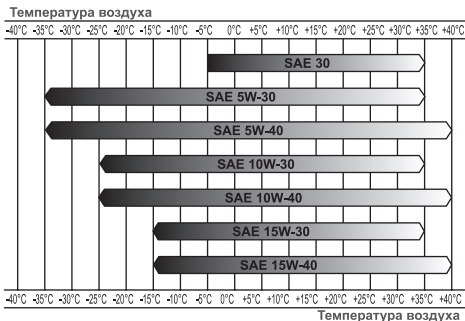

Рис. 4 Определение вязкости масла
*Нельзя применять масло для двухтактных двигателей. Рекомендуются применять моторное масло для четырехтактного бензинового двигателя категории SJ и выше по системе классификации API. Вязкость масла по классификации SAE выбирается в зависимости от температуры окружающего воздуха, при которой будет работать двигатель. При выборе вязкости масла пользуйтесь таблицей, показанной на Рис. 4.*